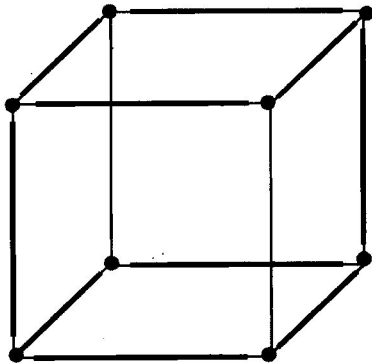

图 1-13 用杂电阻焊接一个正方体
(2) 用三只电阻, 绕焊一个三角形, 然后顺次再焊。
(3) 用 12 只杂电阻焊接一个正方体, 如图 1-13 所示。